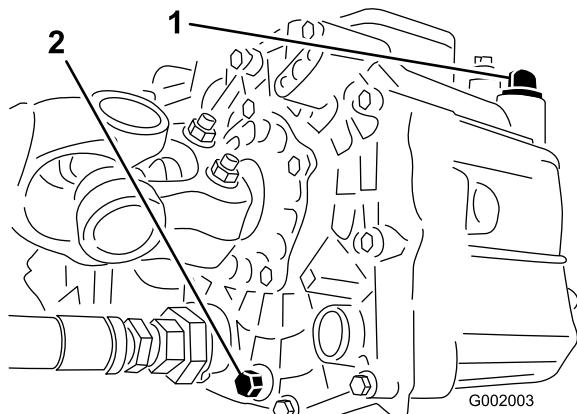

Figura 66
3. Togliete la valvola di spурго situata sul fianco del serbatoio e lasciate defluire il fluido idraulico nella bacinella. (Figura 66).